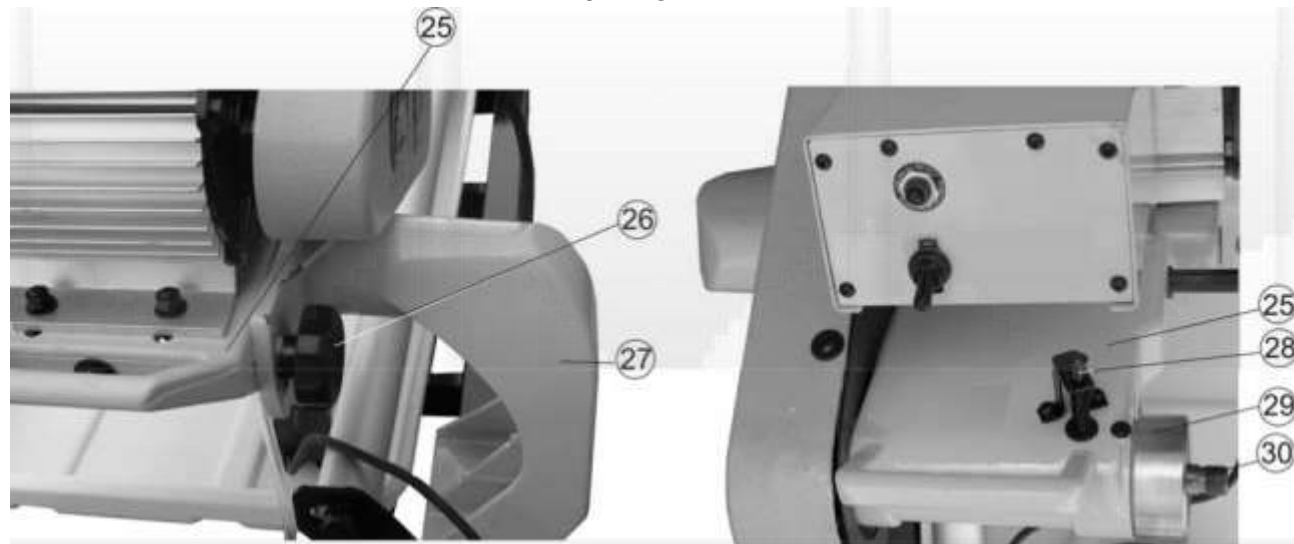

Рис.4.
- 9.3. На посадочное место (29) блока двигателя (25) установите и винтом крепления (17) закрепите защитный кожух (19), Рис.4,5.